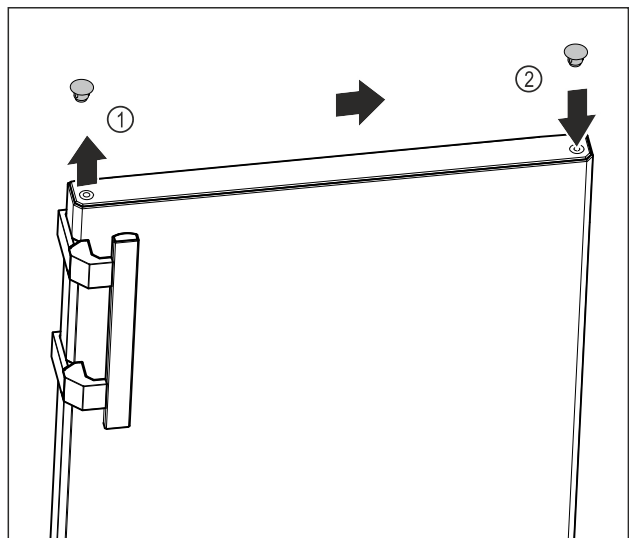

Fig. 15
- ▶ Óvatosan emelje le az ajtó felső oldalán a fedődugót Fig. 15 (1) egy lapos csavarhúzóval.
- ▶ Helyezze fel a fedődugót a másik oldalon. Fig. 15 (2)